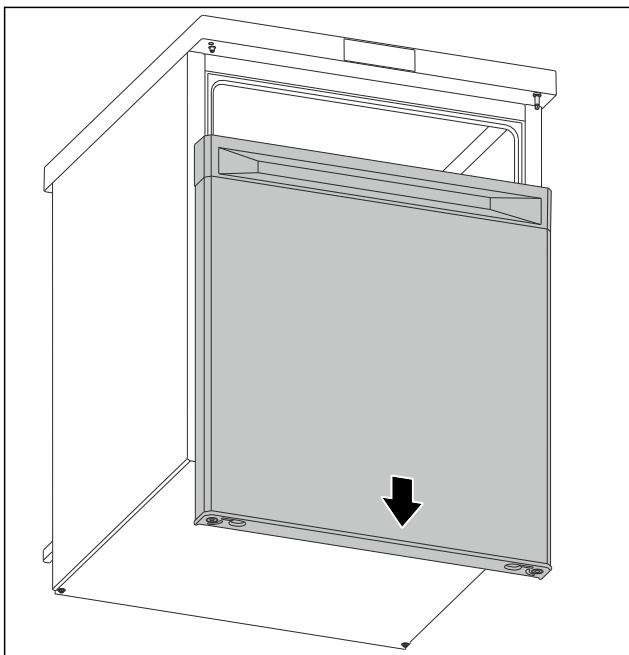

Fig. 15
- ▶ Tür nach unten abnehmen. (siehe Fig. 15)